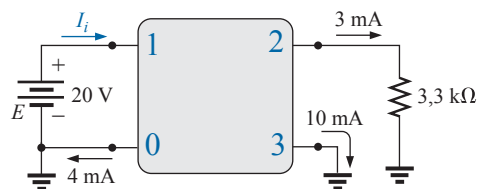

Figura 5.125 Problema 42.
- *42. Para o circuito integrado na Figura 5.125, determine V_0 , V_3 , V_2 , V_{23} , V_{12} e I_i .